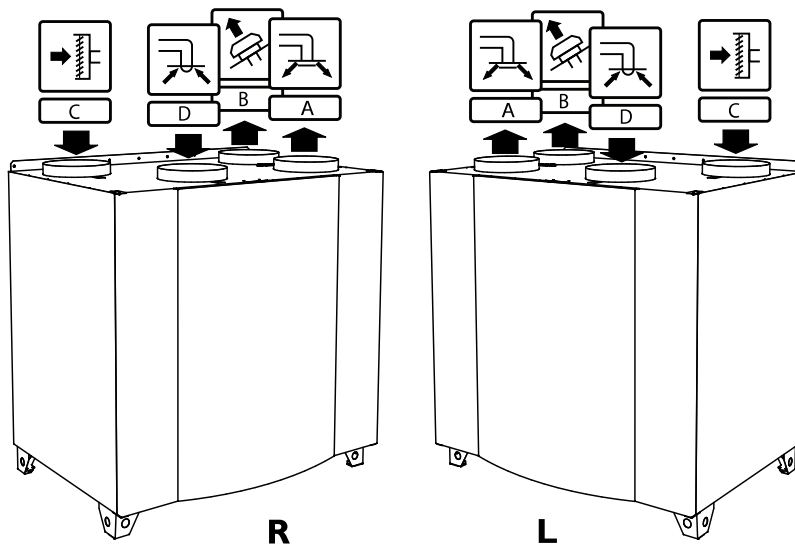

Рис. 1 Правосторонние и левосторонние модели
Вентагрегат SAVEVTC 700 представляет собой рекуперативную вентиляционную установку со встроенным противоточным пластинчатым теплообменником. Существуют правосторонние (R) и левосторонние (L) модели (рисунок 1)